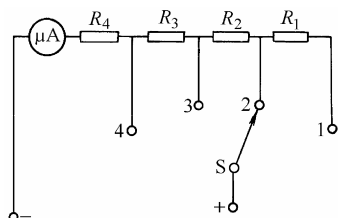

图 3-14 万用表测量直流
2. 万用表测量直流电压的电路 如图 3-14 所示， $R_1$ 、 $R_2$ 、 $R_3$ 、 $R_4$  是为扩大量程而串联的附加电阻。当转换开关  $S$  由位置 1 依次置于位